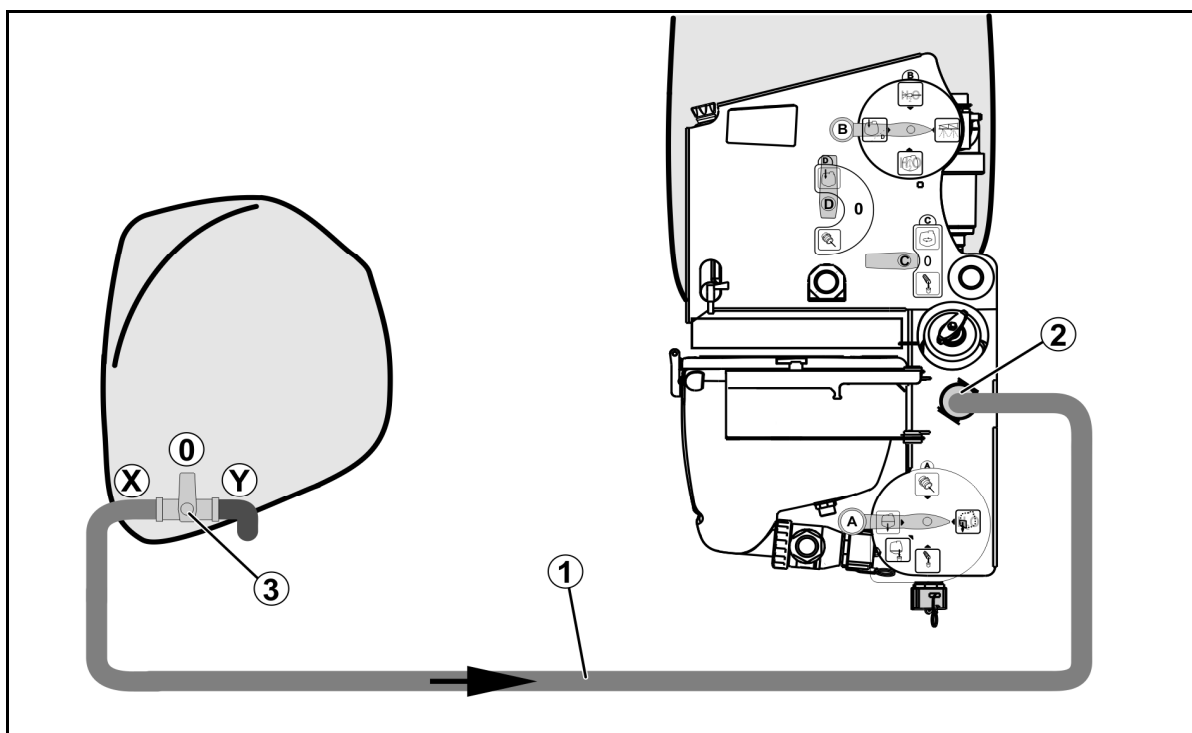

Fig. 14
1. Slut forbindelsesslangen (Fig. 14/1) fra fronttanken til påfyldningstilslutningen (Fig. 14/2).
2. Skiftehane på fronttank (Fig. 14/3) i position **X**.